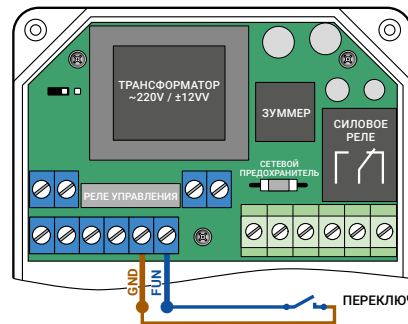

Рис. 8. Схема подключения переключателя с фиксацией положения
6.5. Рис. 8. Схема подключения к блоку управления переключателя (выключателя) с фиксацией положения. Переключатель служит для ручного дистанционного открытия/перекрытия водоснабжения. При нажатии на переключатель (положение «ВКЛ») – подача воды прекратится шаровым электроприводом. При нажатии на выключатель (положение «ВЫКЛ») – подача воды откроется шаровым электроприводом.